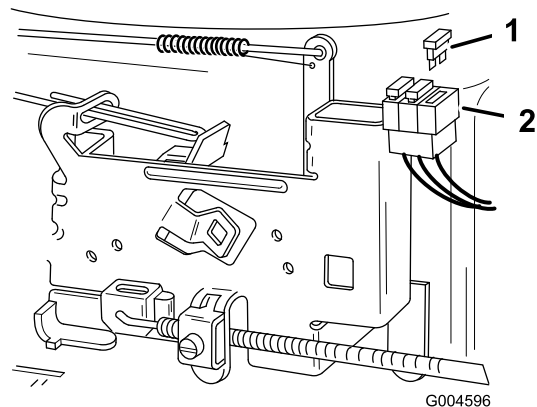

Bild 29
- Ziehen Sie die Sicherung nach oben (Bild 29), um sie aus der Fassung zu entfernen.